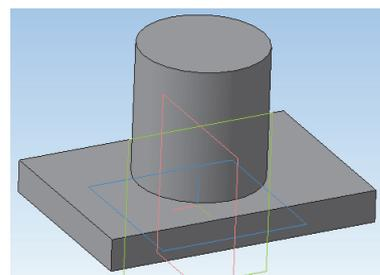

Рис. 5.7
14. Завершить операцию, нажав кнопку **Создать объект**  (рис. 5.7).